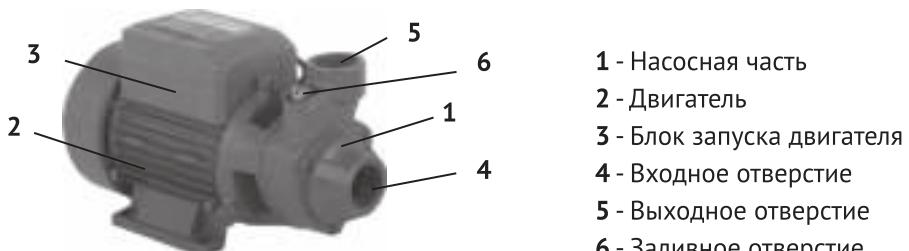
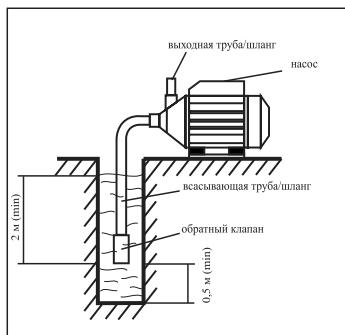

рис. 1
рис. 2
4.1 Общий вид насоса схематично представлен на рис.1
6.3 Всасывающую трубу/шланг подсоедините к входному отверстию 4 (рис. 1), расположите под углом к входному отверстию (рис. 2), погрузите всасывающую трубу/шланг в воду на глубину не менее 2 м (расстояние до дна должно быть не менее 0,5м) - рис.2
**Внимание!** Для оптимального функционирования насоса рекомендуется всасывающую трубу/шланг оснащать обратным клапаном рис.2 ( в комплект поставки не входит).
7.1 Если всасывающая труба/шланг оснащена обратным клапаном. Перед первым запуском наполните всасывающую трубу/шланг и насосную часть через заливное отверстие на корпусе насоса 6 (рис.1) водой при помощи воронки.
7.3. Если всасывающая труба/шланг не оснащена обратным клапаном наполните насосную часть прибл. на 3/4 от её объема, через заливное отверстие на корпусе насоса 6 (рис.1) водой при помощи воронки.